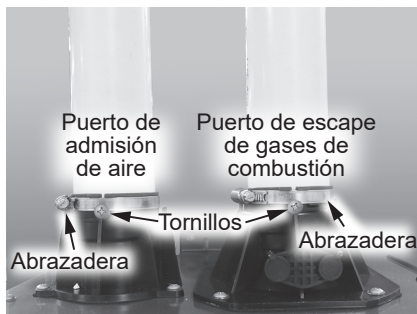

Figura 211 - Ubicación del puerto de escape de gases de combustión y el puerto de aire de admisión
2 Ubique el puerto de escape de gases de combustión y el puerto de aire de admisión. Consulte la Figura 211.
3 Retire los dos (2) tornillos que fijan las tuberías de aire de admisión y escape a los puertos. Deje los tornillos a un lado en un lugar seguro para volver a instalarlos. Consulte la Figura 211.
7 Ubique las nuevas abrazaderas que se incluyen con el kit. Coloque una nueva abrazadera en el puerto de aire de admisión y el puerto de escape. Observe la orientación de las abrazaderas. Consulte la Figura 211.
9 Vuelva a instalar los dos (2) tornillos que se retiraron en el **Paso 3**. Consulte la Figura 211.